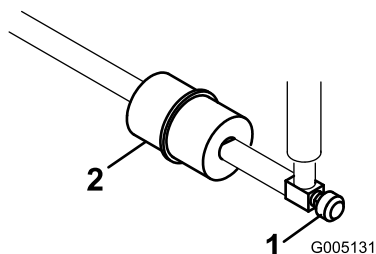

Figure 38
Le filtre à carburant est incorporé dans la conduite d'alimentation, entre le réservoir de carburant et le carburateur (Figure 38). Remplacez le filtre toutes les 800 heures de fonctionnement, ou plus tôt si le débit de carburant limité. Vérifiez que la flèche qui se trouve sur le filtre pointe bien dans la direction opposée au réservoir de carburant.
1. Fermez le robinet de carburant, desserrez le collier de flexible côté carburateur et débranchez la conduite d'alimentation du filtre (Figure 38).
2. Placez un bac de vidange sous le filtre, desserrez l'autre collier de flexible et déposez le filtre (Figure 38).